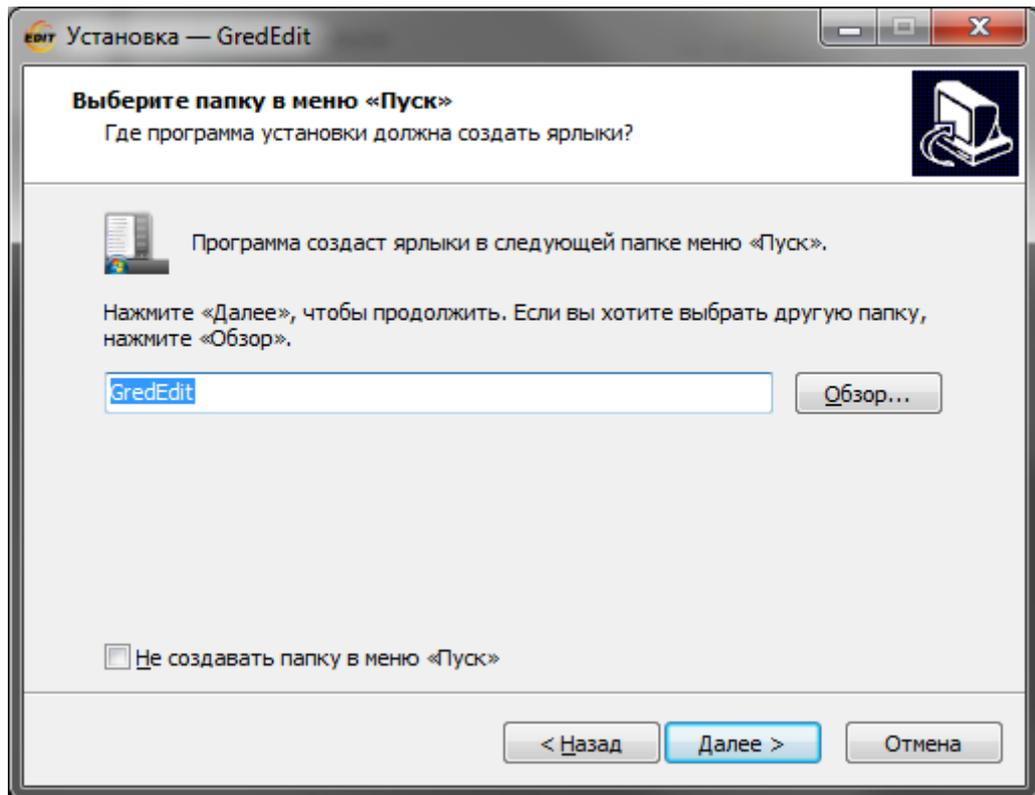

Рисунок 3.6 – Окно выбора папки в меню «Пуск»
5. В следующем окне, с помощью кнопки «**Обзор...**», выбрать папку в меню «**Пуск**», в которой будут созданы ярлыки для открытия программы (Рисунок 3.6). Если напротив пункта «**Не создавать папку в меню Пуск**» поставить галку, ярлыки не будут созданы. По умолчанию ярлыки в меню «**Пуск**» устанавливаются в папку «**GredEdit**».